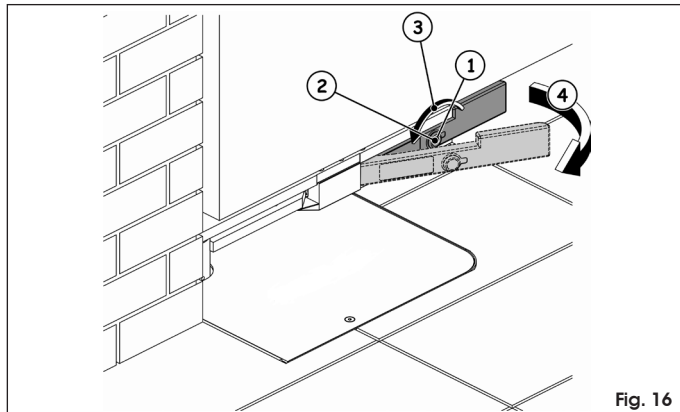

Fig. 16
Le dispositif est fixé sur la patte de support du portail (Fig. 16 réf. ⑥) et permet de débloquent le système tant de l'intérieur que de l'extérieur de la propriété. Pour l'actionnement manuel du vantail:
- ouvrir le capot de protection de la serrure (Fig. 16 réf. ①)
- insérer la clé de déverrouillage dans la serrure (Fig. 16 réf. ②)
- tourner la clé dans la direction du piliér jusqu'à l'arrêt (Fig. 16 réf. ③)
- tirer la clé vers soi (Fig. 16 réf. ④)